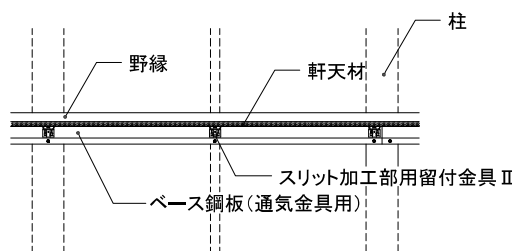

図3 スリット加工部用留付金具Ⅱの施工位置
- スリット加工部用留付金具Ⅱをツメが上がった状態で、軒天下のベース鋼板に500mm以下の間隔で専用ビス(φ4.5mm×10mm)で留め付けてください。(図3、4、5参照)